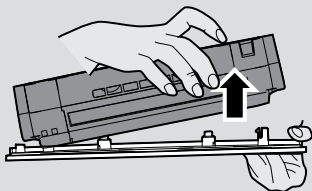

Abb. 15
1. Nehmen Sie den Reinigungstuchhalter und das Reinigungstuch vom Wasserbehälter ab. **[Abb. 15,16]**